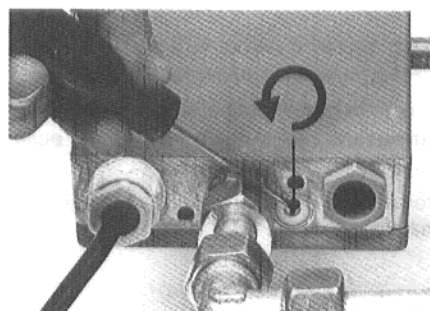

Рис. 9 VDK 200 A снизу
- Проверить заводскую установку, ввинтив **дросселирующий винт** до внутреннего **упора**, в направлении хода часовой стрелки (рис. 9).
Сократить время качки, вращая дросселирующий винт в направлении против хода часовой стрелки (рис. 9).